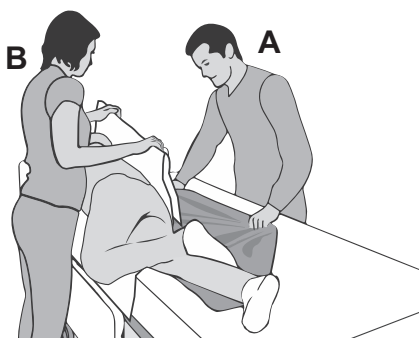

Figura 8
10. (Assistente A) Srotolare il telino ad alto scorrimento sotto il paziente assicurandosi che sia posizionato interamente sotto lo stesso e raddrizzandolo bene. (**Vedere Figura 8**)